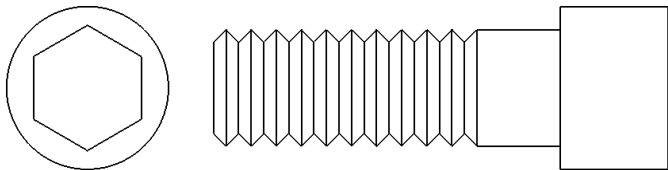

图 12-58 打开工程图文件
(1) 单击常用工具栏中的【打开】按钮，打开一幅工程图文件，如图 12-58 所示。